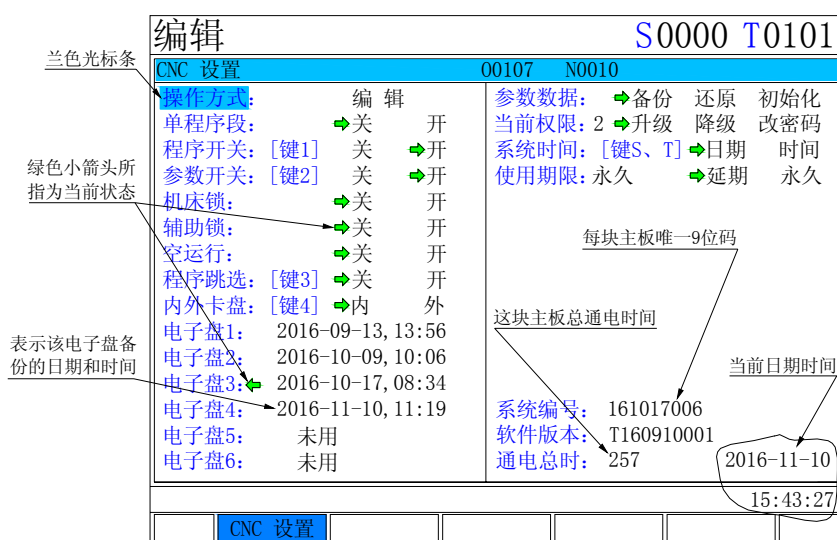

图 4.5.1-1
①设置 P182 参数（1～6），选择要备份的电子盘。例如=3
②回到 CNC 设置界面，如图 4.5.1-1
③用 、 键移兰色光标条到 参数数据 位置
④按 、 键移动绿色小箭头到备份，提示：备份数据（含系统参数，宏变量，螺距补偿）到电子盘
⑤当绿色小箭头指在备份时，按  键，屏幕会有提示：是否备份到电子盘 3？是：[输入] 否：任意键（电子盘 3 未备份过）或 电子盘 3 已有备份，是否覆盖？是：[输入] 否：任意键（电子盘 3 已备份过）
⑥按  键，先显示 系统加载中…，完成后显示 操作成功。
①设置 P182 参数（1～6），选择要恢复的电子盘。例如=3
④按 、 键移动绿色小箭头选择还原，提示：还原当前电子盘数据到系统
⑤当绿色小箭头指在还原时，按  键，屏幕会有提示：是否恢复成电子盘 3 配置？是：[输入] 否：任意键